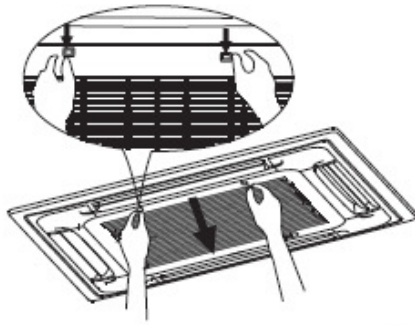

Fig.6-1
Impingeti simultan clapetele grilajului spre mijloc, asa cum se arata in Fig. 6-1. Apoi trageti in jos grilajul.
**Scoateti grilajul (impreduna cu filtrul de aer prezentat in Fig. 6-1).**